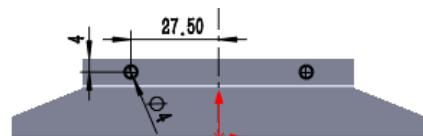
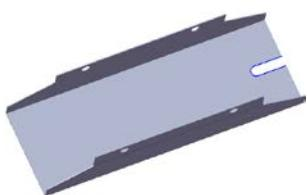

图 11.2.27 横断面草图
图 11.2.28 切除一拉伸 3
② 定义横断面草图。在草图环境中绘制图 11.2.27 所示的横断面草图。
(3) 定义切除深度属性。在“切除一拉伸”对话框 **方向 1** 区域的 **文本框** 下拉列表中选择 **完全贯穿** 选项。选中 **正交切除(N)** 复选框，其他选择默认设置值。
(4) 单击  按钮，完成切除一拉伸 2 的创建。
Step10. 创建图 11.2.28 所示的切除一拉伸 3。